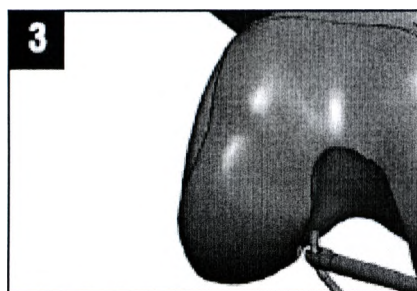

Рисунок 3.
3. Установите спиценаправитель VersiTomic в отверстие стартера, используя шило стартовое VersiTomic так, чтобы кончик спиценаправителя VersiTomic был полностью вставлен в отверстие стартера. (Смотри рисунок 3). Удалите шило стартовое VersiTomic до установки спиценаправителя VersiTomic до бурения кости.